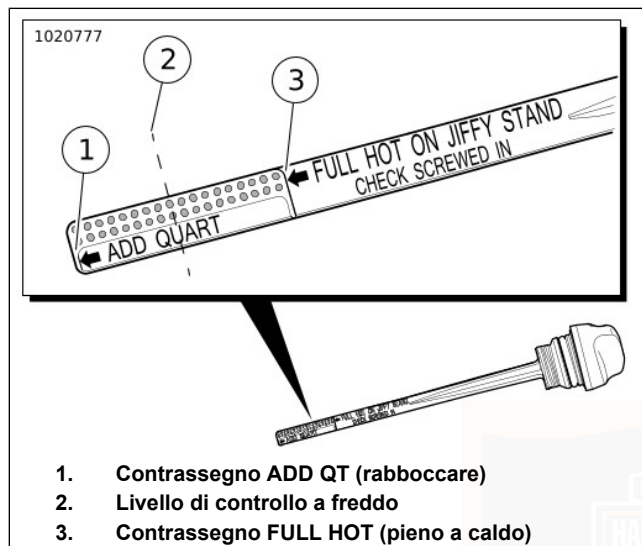

Figura 44. Astina di livello dell'olio motore
- e. Vedere Figura 44. Controllare il livello dell'olio. Il corretto livello dell'olio a freddo si trova a metà (2) fra i contrassegni ADD QT (rabboccare) (1) e FULL HOT (pieno a caldo) (3) sull'astina di livello.
5. Controllare il livello dell'olio. Aggiungere una quantità di olio sufficiente perché il livello sia a metà tra ADD QT (1) (rabboccare) e FULL HOT (pieno a caldo) (3).
e. Vedere Figura 44. Controllare il livello dell'olio. Il livello dell'olio deve vedersi tra i contrassegni ADD QT e FULL HOT sull'astina di livello.